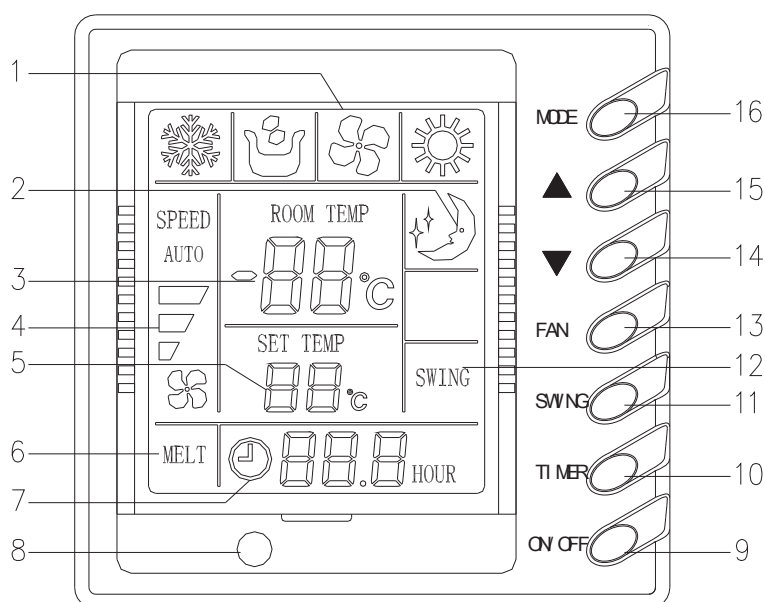

Рис.1
4. Диаметр отверстия в стене, изображенного на Рис. 1, должен составлять 65 мм.
☆ Просверлите в стене отверстие диаметром 65 мм с небольшим наклоном наружу вниз. Положение центра отверстия определяется в соответствии с рис. 1.